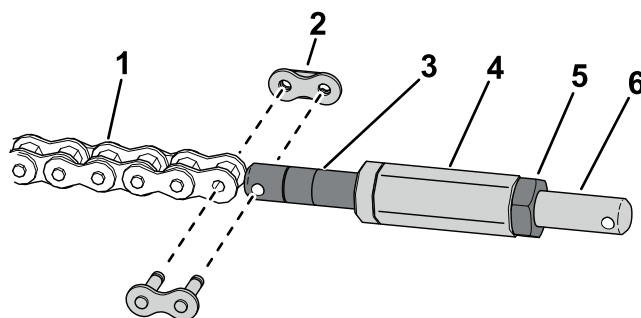

Bild 3
3. Verwenden Sie ein Kettenglied, um die Kette am Kettenspannschloss zu befestigen (Bild 3).
4. Montieren Sie die Sechskantwelle an das Kettenspannschloss (Bild 3).
5. Befestigen Sie das Kettenspannschloss mit einer Sicherungsmutter an der Sechskantwelle (Bild 3).